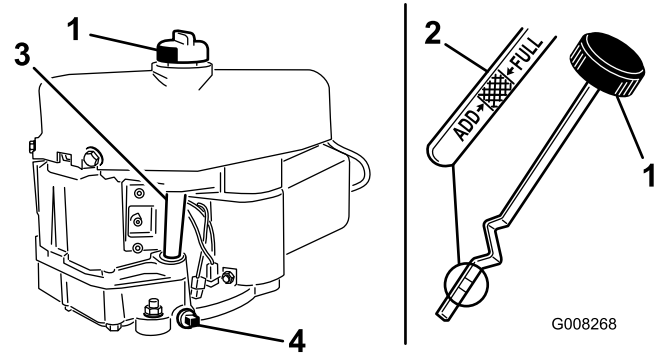

Figura 24
7. Pulite attorno all'asta di livello (Figura 24) in modo che la morchia non possa penetrare nel foro di rifornimento e danneggiare il motore.
8. Svitare l'asta di livello dell'olio e pulite l'estremità metallica (Figura 24).
9. Infilate a fondo l'asta di livello nel bocchettone di rifornimento (Figura 24).
9. Togliete il tappo di spurgo per lasciare defluire l'olio (Figura 24).
11. Pulite la zona circostante l'asta di livello e svitate il tappo (Figura 24).
12. Versate lentamente nel tubo di rifornimento (Figura 24) l'80% circa dell'olio motore.